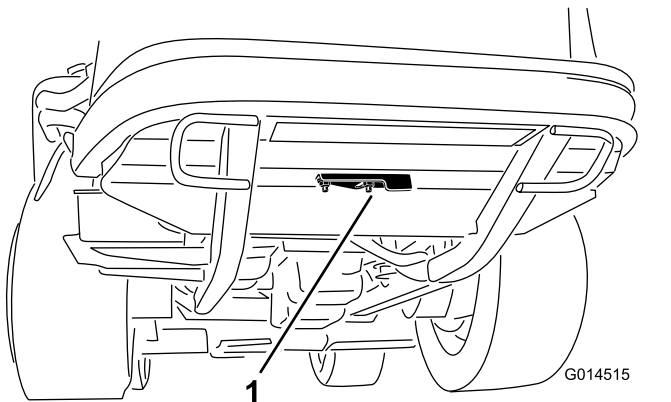

Figura 45
2. Afloje la tuerca con arandela prensada que sujeta la tapa del hueco de limpieza a la parte inferior del bastidor trasero (**Figura 45**). Gire la tapa a un lado para tener acceso al hueco de limpieza en el bastidor.